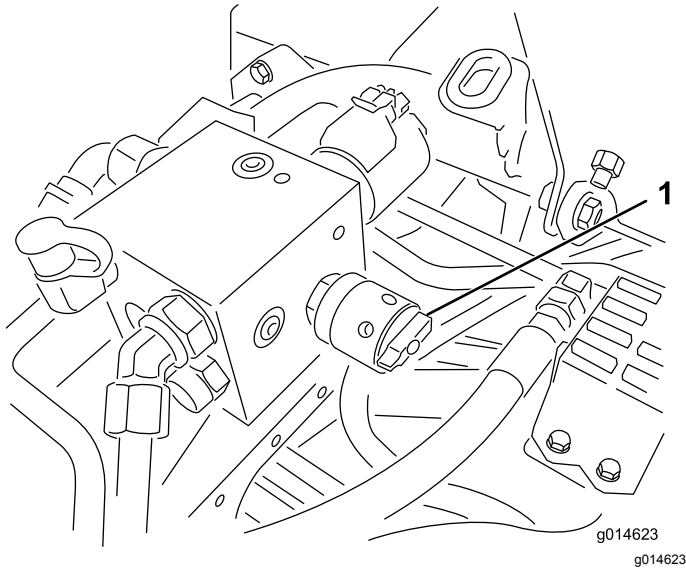

Bild 50
4. Drehen Sie zum Einstellen der Spindeldrehzahl das Handrad (Bild 50), bis die Anzeigepfeile auf die Nummer zeigen, die der gewünschten Einstellung entspricht, die Sie in Schritt 3 ermittelt haben.